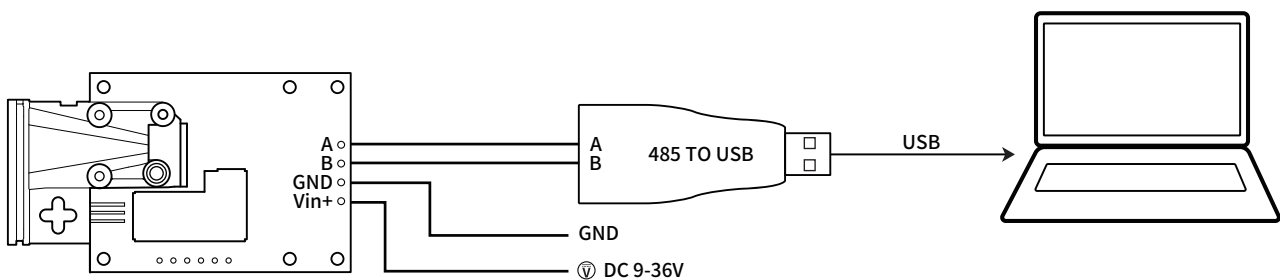

图 1. L2 接线图
1. 按照图 1 所示，传感器的 A、B，分别和 485 转 USB 转换器的 A（部分厂家标 T/R+）、B（或 T/R-）连接；